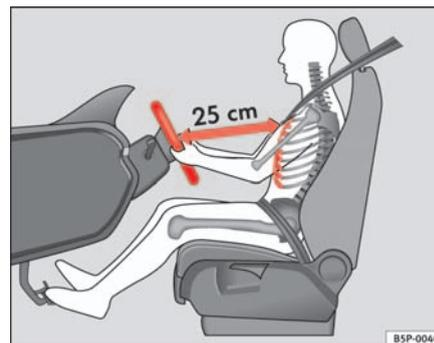

Fig. 129 Position de conduite correcte
- Réglez le volant jusqu'à ce que vous obteniez la position souhaitée ⇒ fig. 129.
- Réglez le siège du conducteur ou le volant de sorte que la distance entre celui-ci et votre thorax soit au moins de 25 cm ⇒ page 162, fig. 129. Si vous ne respectez pas cette distance minimale, le système d'airbags est dans l'incapacité de vous protéger – danger de mort !